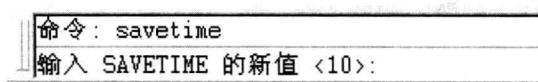

图 1.7
(1) 在命令行中输入 savetime 并按回车键，系统提示输入新的保存时间，单位是分钟，默认值为 10 分钟，如图 1.7 所示。